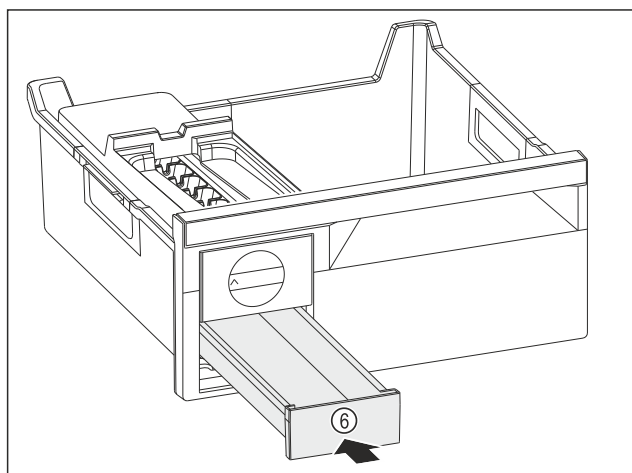

Fig. 247
- ▶ Umetnite Fig. 247 (6) pretinac za kockice leda.